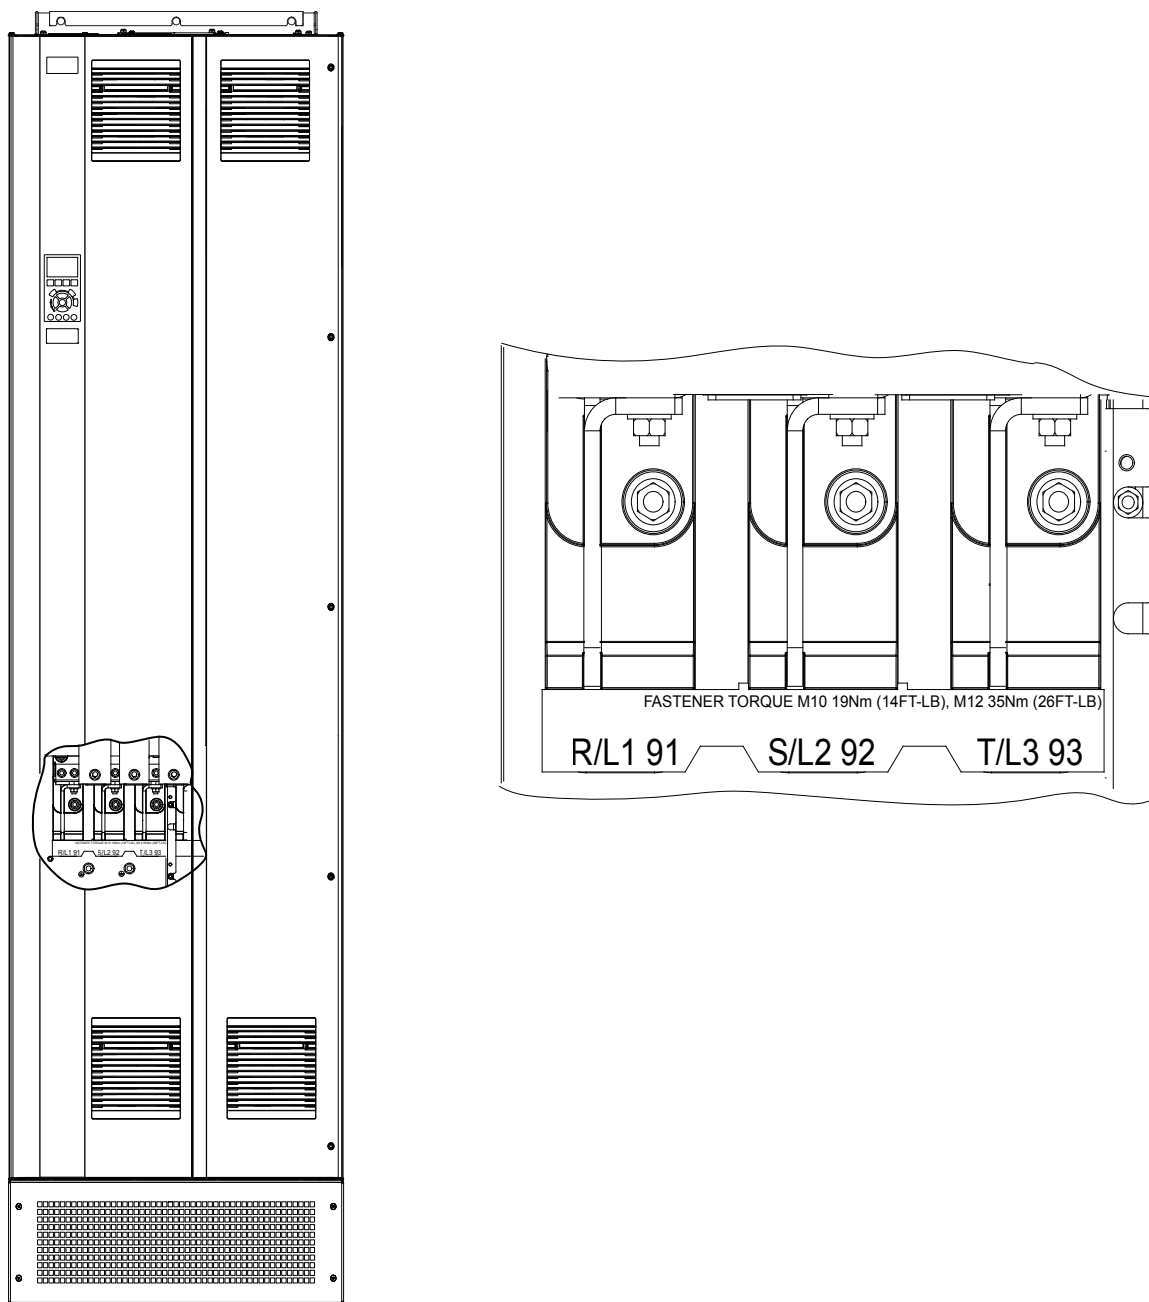

图 5.4 交流主电源端子（所示为 E1h）。有关端子的详细视图，请参考章 5.7 端子尺寸。
4. 将三相交流输入电源线路连接到端子 R、S 和 T 上（请参阅图 5.4）。